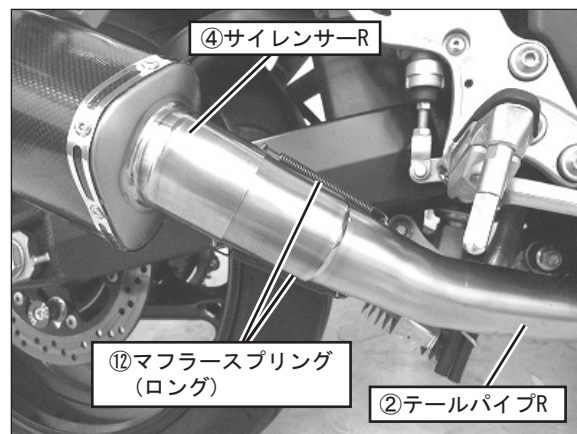

FIG. 12
9. ②テールパイプRに④サイレンサーRを差し込み、⑫マフラスpring(ロング)をspring取付工具を使用して取り付けて下さい。(FIG. 12参照)